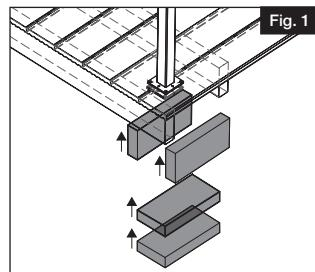
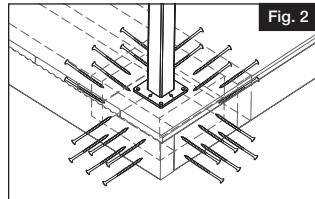

Fig. 1
Fig. 2
- a. Raise bottom insert temporarily to allow room to fasten steel post to concrete (Fig. 1).
- b. Mark holes through the bottom plate of steel post onto concrete surface (Fig. 1).
Push masonry anchors (not included) through post plate and attach to concrete surface (posts can be leveled as needed by supplied vinyl shims) (Fig. 2). Follow masonry anchor installation instructions.
Position the lower post insert adjacent to deck surface (Fig. 1).
NOTE: If installing ADA Hand Rail™ onto post, determine the mounting location and create sufficient attachment by blocking out post with 1" material or by purchasing a third post insert and installing at desired location (Fig 2).
- b. Debajo de las ubicaciones de los postes, instale al menos dos (2) bloques de 2x8 (Fig. 1), usando al menos tres (3) tornillos para madera #10 de $3\frac{1}{2}$ " (se venden por separado) que penetren a través de las viguetas entrando al menos $1\frac{1}{2}$ " en los bloques (Fig. 2)
- Eleva la inserción inferior temporalmente para dejar espacio para sujetar el poste de acero en el concreto (Fig. 1).
- Marca los agujeros a través de la placa inferior del poste de acero en la superficie de concreto (Fig. 1).
Empuje los anclajes de mampostería (no incluidos) a través de la placa del poste y fije a la superficie de concreto (Los postes se pueden nivelar según sea necesario mediante el uso de las cuñas de vinilo suministradas.) (Fig. 2). Siga las instrucciones de instalación de los anclajes de mampostería.
Coloque la inserción de poste inferior al lado de la superficie de la plataforma (Fig. 1).